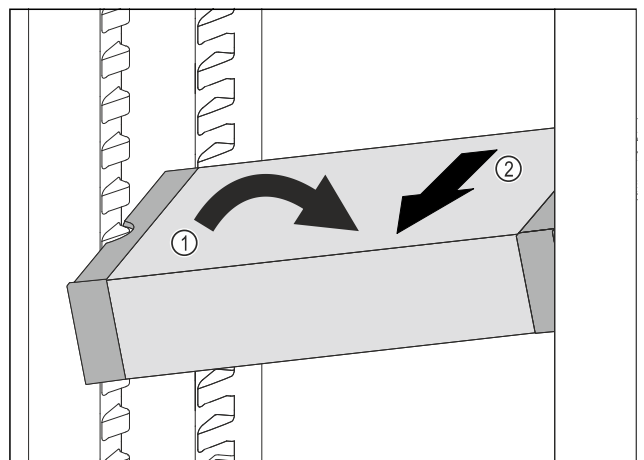

Fig. 104
- Impostare il vano frigorifero di VarioSafe ad angolo. Fig. 104 (1)
- Rimuovere VarioSafe tirando in avanti. Fig. 104 (2)